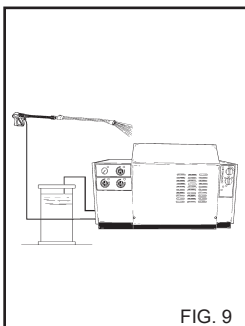

FIG. 9
3) Na het gebruik van het schoonmaakmiddel het aanzuigcircuit spoelen; de aanzuigslang (Fig. 9) van het wasmiddel in een tank met schoon water doen en de pomp 1 min. laten draaien met de doseerkraan geheel open. Herhaal de handeling, eerst met de keuzeschakelaar van het reinigingsproduct in de stand "1" en vervolgens in de stand "2".
- 5) Na het gebruik met het wasmiddel het aanzuigingscircuit spoelen; de aanzuigslang (fig. 9) van het wasmiddel in een tank met schoon water onderdempelen en de pomp 1 min. laten draaien, waarbij de doseerkraan volledig open en de spuit op de spuitstand moet staan.